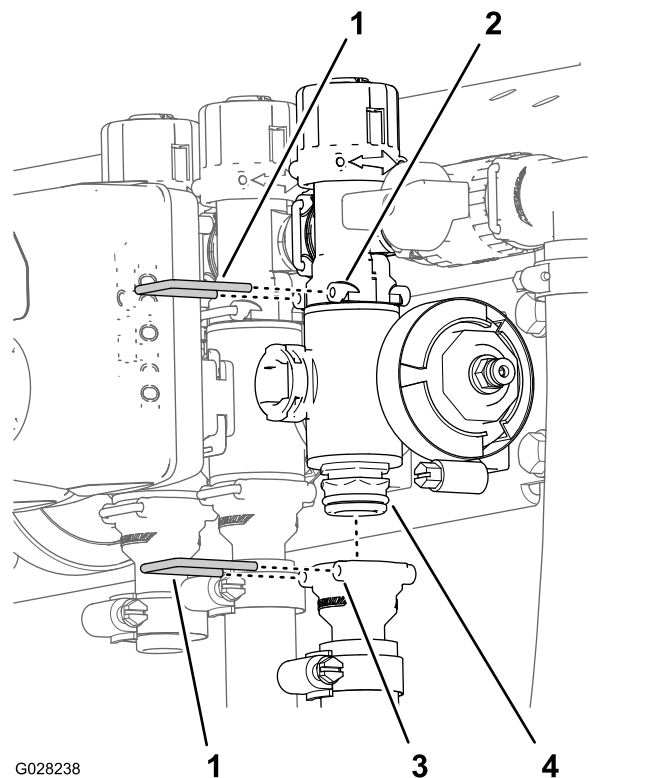

Figure 75
2. Retirez les étriers qui fixent le raccord de sortie au collecteur de la vanne de section et le collecteur de vanne au raccord de dérivation (Figure 75).